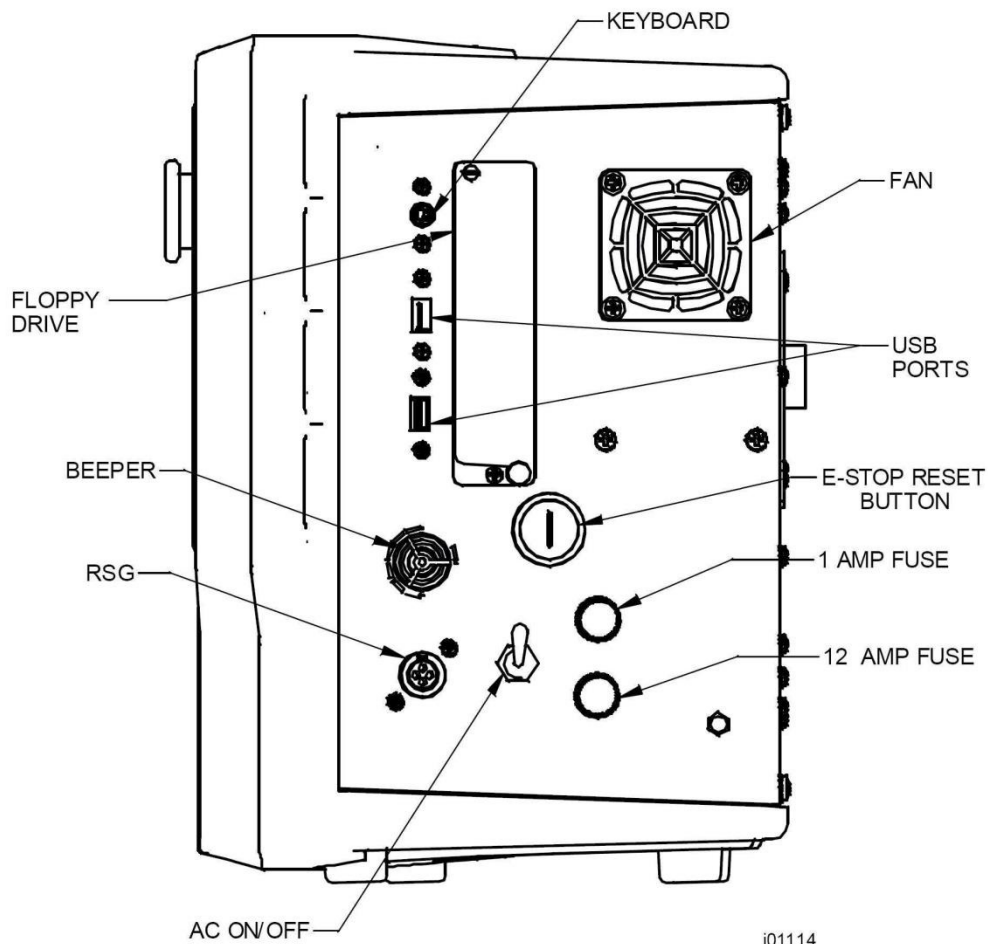

Figure 3.2.3 Côté droit de la commande ProtoTRAK SLX avec description des connecteurs.
3.2.2 Côté droit de la commande (voir la figure 3.2.3)